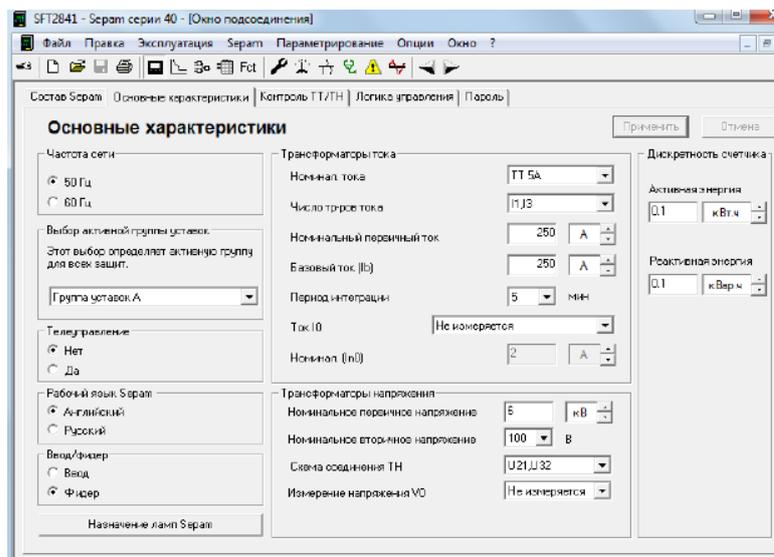

Рисунок 6.4 – Окно «Основные характеристики»
8. Выбрать вкладку «Основные характеристики» (рис. 6.4). Установить в поле «Частота сети» частоту – 50 Гц. В поле «Выбор активной группы» выбрать – «Группа уставок А». «Телеуправление» установить – нет. В поле «Рабочий язык Seram» выбрать – «Русский». В поле «Ввод/фидер» выбрать – «фидер».